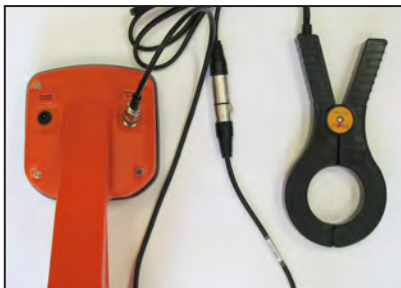
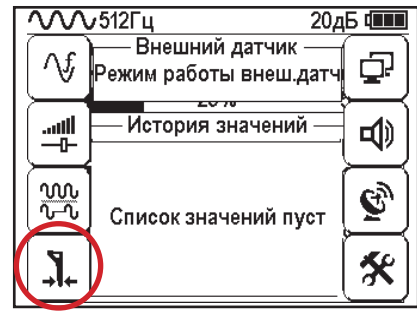

Рис.9.1
Рис.9.2
Подключить индукционные «клещи» КИ-110(105) при помощи кабеля - адаптера для «клещей» к приемнику (рис. 9.1) или НР-117 (рис. 9.2).